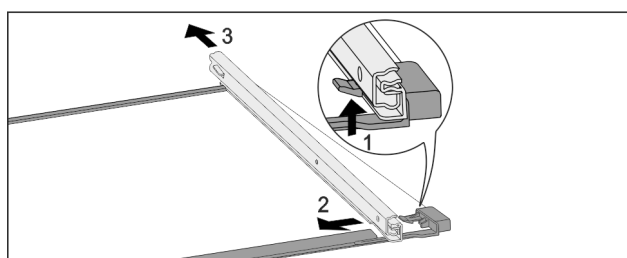

Fig. 265 Ripiano in vetro con guide
- Premere il gancio di fermo anteriore verso l'alto. Fig. 265 (1)
- Far scorrere la guida estraibile di lato Fig. 265 (2) e verso il lato posteriore Fig. 265 (3).